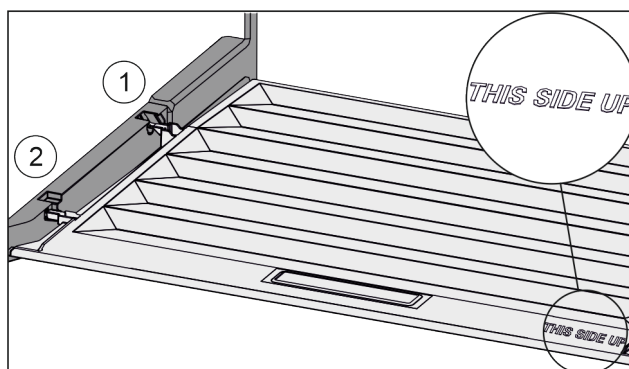

Fig. 104
- ▶ Ramiona pokrywy wprowadzić ponad otworem tylnego uchwytu Fig. 104 (1) i zażębić z przodu w uchwycie Fig. 104 (2).